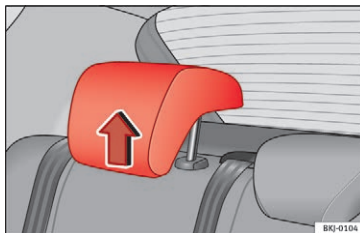

Fig. 94 Hovedstøtte i brugsposition
- **Position, når den er i brug** (hovedstøtte i hævet position) » **Fig. 94** I denne position fungerer hovedstøtten som en almindelig hovedstøtte, og sammen med sikkerhedsselen beskytter den bagsædepassageren.